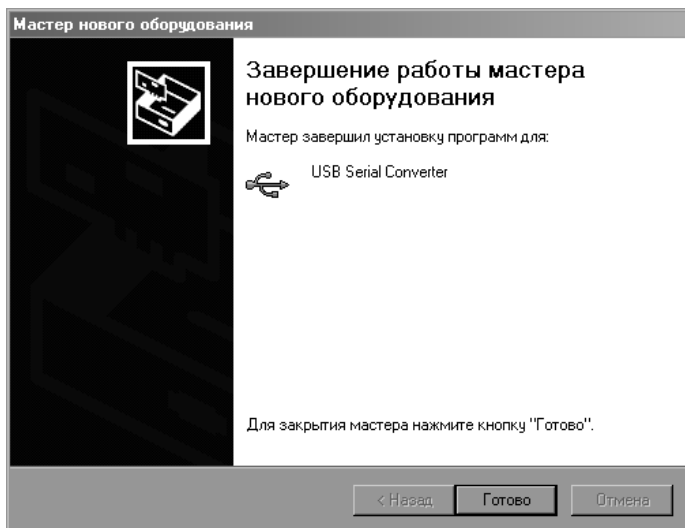

Рисунок 6
3.4.6 Дождаться пока операционная система скопирует драйверы на жесткий диск и в появившемся окне (рисунок 6) нажать кнопку «Готово».